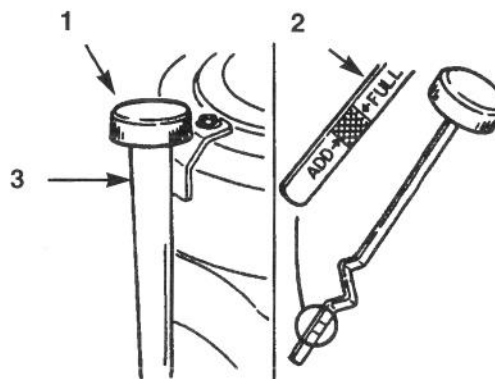
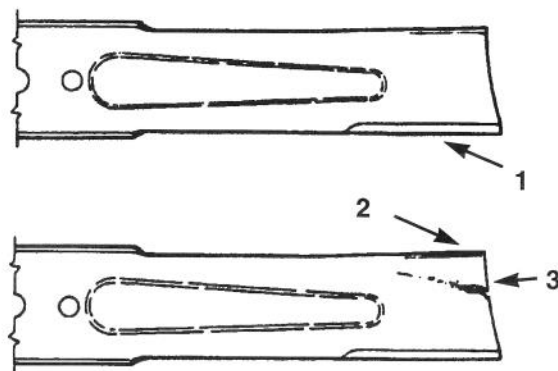

Bild 32
Bild 34
4. Den Ölmeßstab abschrauben und das Metallende sauberwischen (Bild 32).
schrauben (Bild 32). Den Ölmeßstab nochmals herausschrauben und das Metallende betrachten. Bei niedrigem Ölstand, langsam genug Öl in das Füllrohr einfüllen, bis der Ölstand die "VOLL"-Markierung erreicht.
6. Langsam ca. 80% der angegebenen Ölmenge in das Füllrohr einfüllen (Bild 32). Jetzt den Ölstand messen; siehe Kontrolle des Ölstands.
2. Die Schnittkanten untersuchen (Bild 34). Wenn die Kanten stumpf geworden sind oder Auskerbungen aufweisen, den/die Messerbalken entfernen und schärfen; siehe *Schärfen des/der Messerbalken(s)*.
3. Den/die Messerbalken kontrollieren, besonders den geformten Bereich (Bild 34). Wenn Sie irgendwelche Defekte, Anzeichen von Abnutzung oder Bildung von Langlöchern in diesem Bereich feststellen (Bild 32), sofort einen neuen Messerbalken montieren.